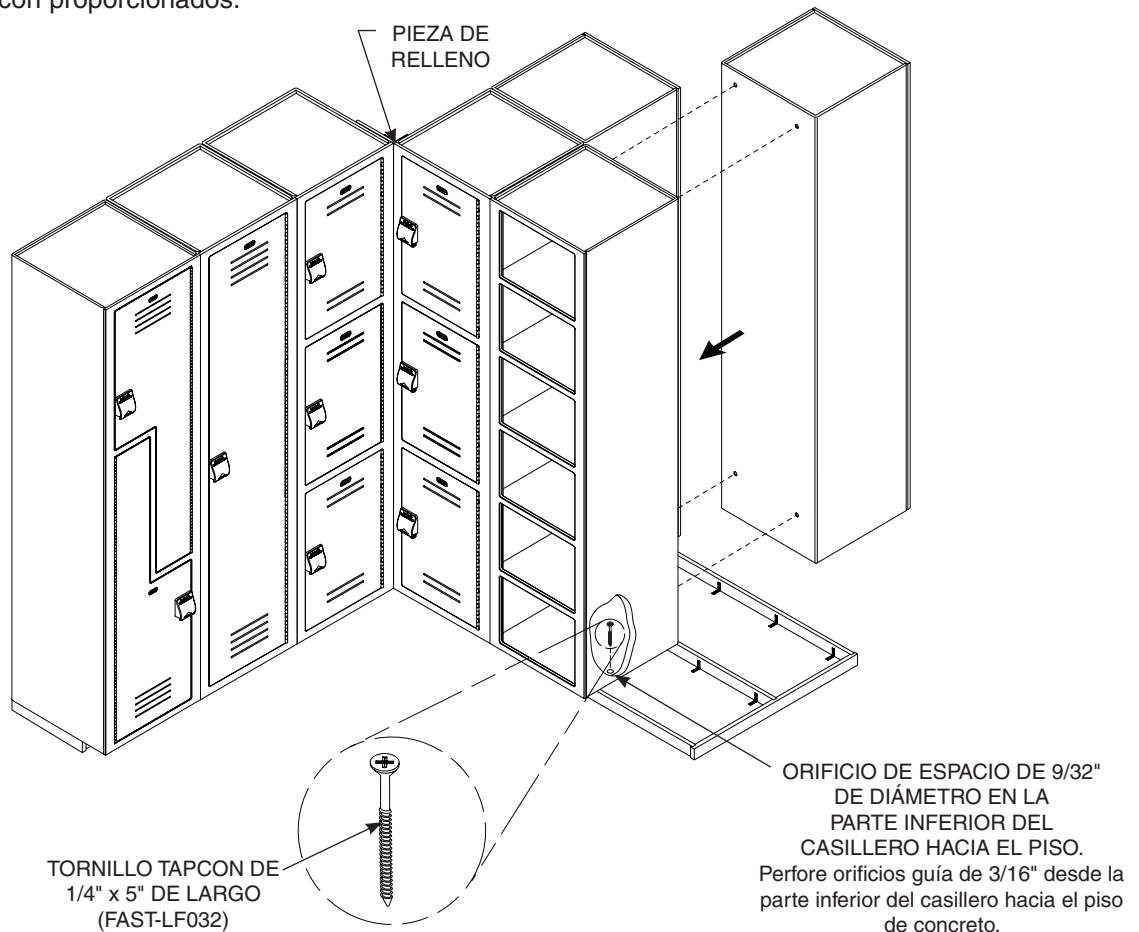

Figura 9
4. Perfore cuatro orificios de 9/32" en las partes posteriores de los casilleros adjuntos (consulte la Figura 9). Fije los casilleros con los tornillos macho n.º 10-24 y hembra n.º 10-24 x 3/4" proporcionados.